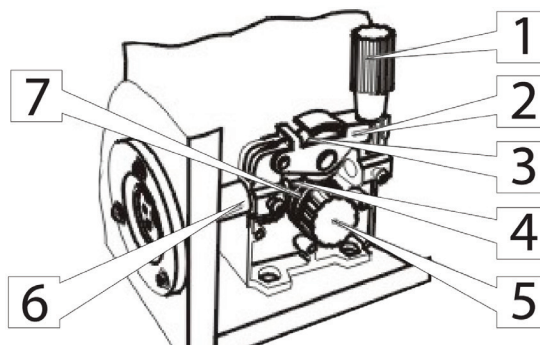

рис. 5
4. Заправьте сварочную проволоку в механизм подачи (см. рис. 5). Для этого:
- ослабьте регулируемый прижимной винт (1) и откиньте его в сторону;
- поднимите планку (2) с прижимным роликом (3) (см. рис. 5);
- вставьте сварочную проволоку в направляющую трубку (4) и продвиньте её в приёмное отверстие сварочного шланга (6) на 100-150 мм;
- снимите заглушку (5) с подающего ролика;
- уложите сварочную проволоку в канавку подающего ролика (7); на ролике имеются две канавки – под проволоку диаметром 0,6 и 0,8 мм (чтобы сменить положение подающего ролика, необходимо от руки отвинтить фиксирующий ролик винт, установить ролик нужной стороной и надёжно от руки закрутить винт).
- опустите планку (2) с прижимным роликом (3) и прижмите её прижимным винтом (1).